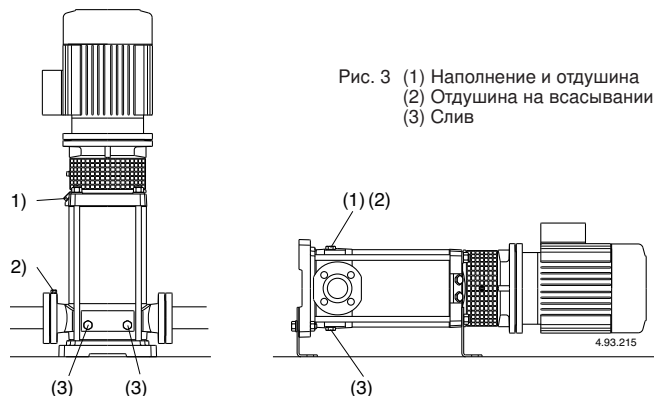

Рис. 3 (1) Наполнение и отдушина
При положении насоса **выше уровня перекачиваемой жидкости** (работа в режиме всасывания, рис. 2А) или при недостаточной высоте напора (менее 1 м) для открытия обратного клапана наполните всасывающую трубу и насос через соответствующее отверстие (1) (рис. 3).
При работе **под гидравлическим напором** (рис. 2В) наполняйте насос, медленно открывая задвижку на всасывающей трубе до полного раскрытия; при этом, задвижка в подающей трубе и отдушины (1) и (2) должны быть полностью открыты (рис. 3), чтобы выпустить воздух.
Закройте отдушины (1) и (2) (рис. 3).
Если заливка прерывается (непостоянный поток на подаче при открытых задвижках) или если давление на манометре колеблется, провести повторный выпуск воздуха на всасывании (2), проверить герметичность всех соединений всасывающей трубы и крепко затянуть выпускную заглушку (2) и сливные заглушки (3) со стороны всасывания (рис. 3).
По возможности, как в случае временной работы с грязными жидкостями, прокачайте через насос немного чистой воды для удаления осадков. Либо, после слива воды, промойте насос, заливая не менее 40 л чистой воды в заливочное отверстие (1) со стороны подачи и дайте ей выйти через сливное отверстие (3) со стороны всасывания (рис. 3).
При продолжительных простоях, когда существует опасность замораживания, необходимо слить из насоса всю жидкость. Снять обе заглушки (14.12.) - поз. 3, рис. 3.
Перед разборкой насоса закройте задвижки на всасывании и подаче и слейте жидкость из корпуса насоса (рис. 3).